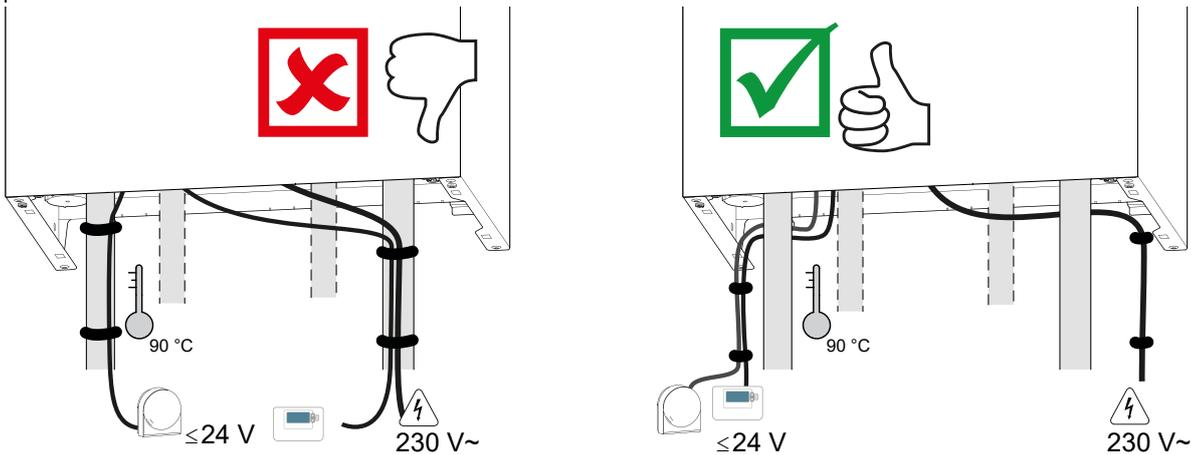
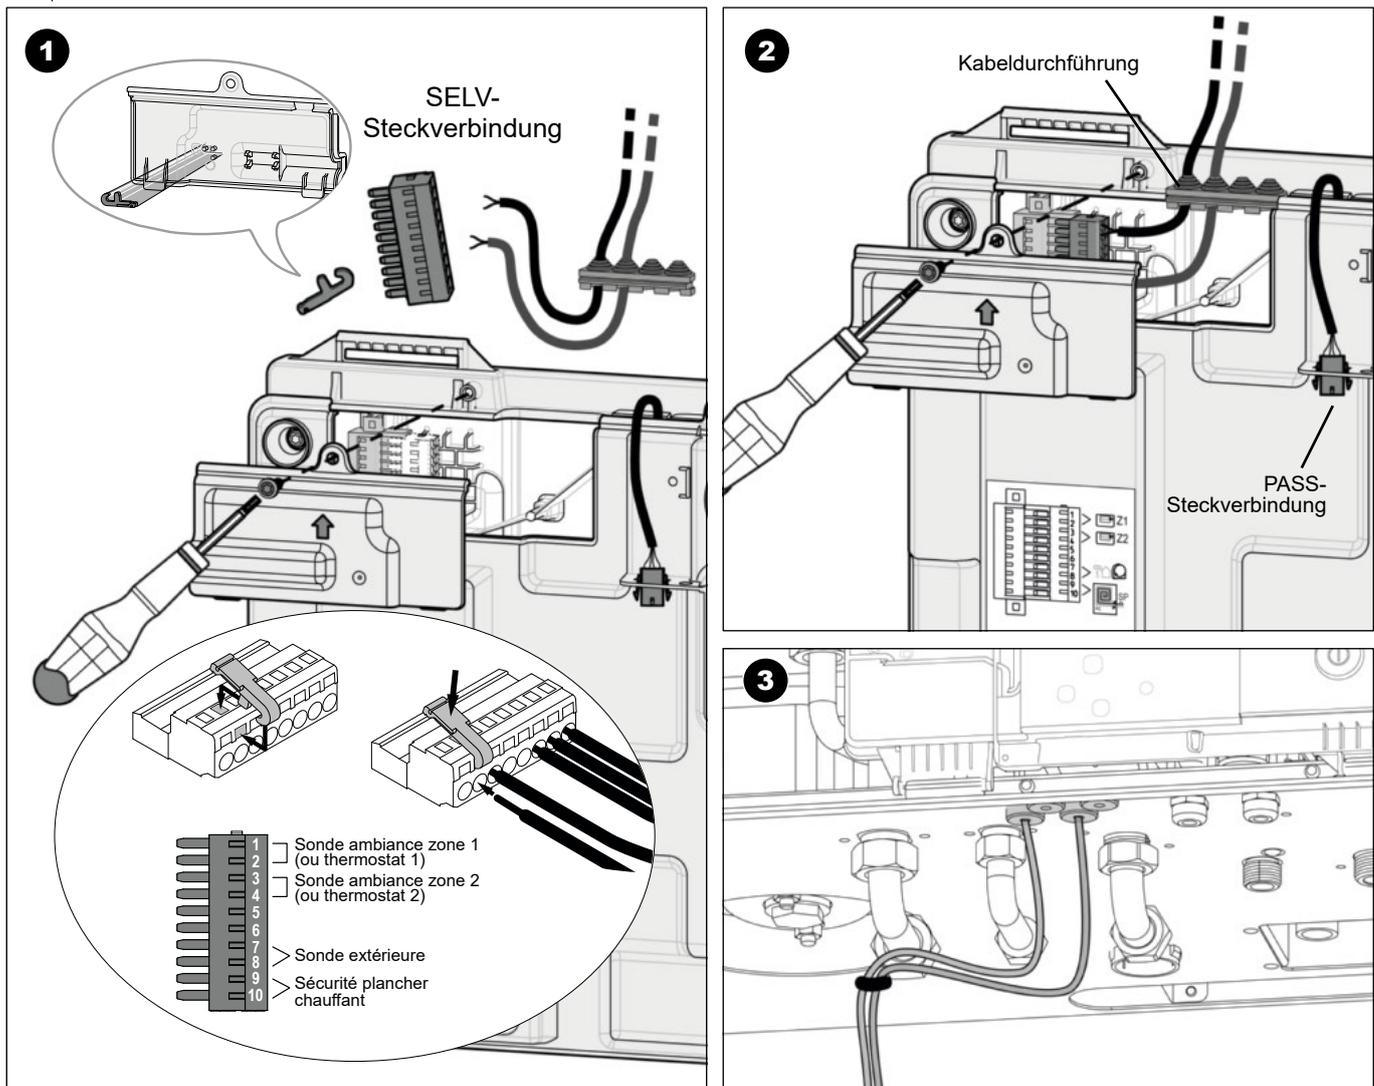

Abb. 17 -Kabelführung
Abb. 20 -Zugang zu den SELV-Klemmenleisten
- Die Anschlüsse gemäß der Skizze ausführen (Abb. 17 und Abb. 20).